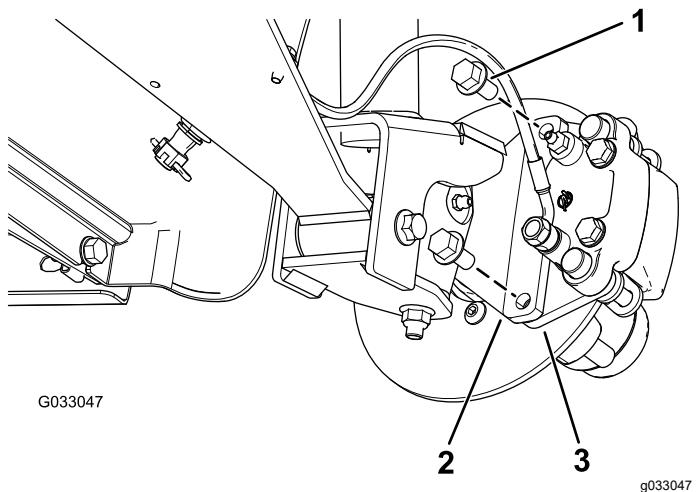
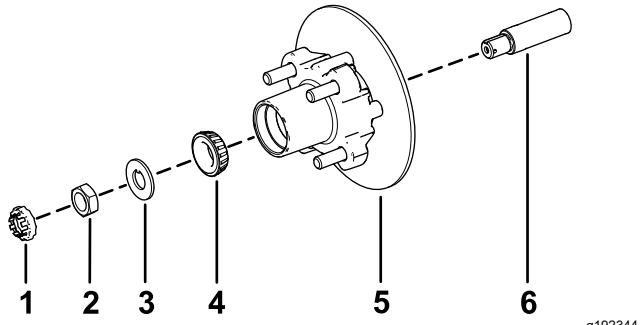

Рисунок 30
Рисунок 34
3. Выверните болты с фланцевыми головками ($\frac{3}{8} \times \frac{3}{4}$ дюйма), которые крепят кронштейн тормоза в сборе к оси, и отделите тормоз от оси (Рисунок 30).
- Нанесите тонкий слой консистентной смазки указанного типа на ось (Рисунок 34).
- Установите ступицу и тормозной диск на ось так, чтобы тормозной диск был внутри (Рисунок 34).
- Установите наружный подшипник на ось и в наружное кольцо (Рисунок 34).
- Установите стопорную шайбу на ось (Рисунок 34).
- Наверните гайку шпинделя на шпиндель и затяните гайку с моментом 15 Н·м, поворачивая ступицу так, чтобы подшипник был посажен на место (Рисунок 34).
- Совместите тормозные колодки с обеих сторон тормозного диска (Рисунок 30) с отверстиями в кронштейне суппорта и отверстиями в креплении тормоза на цапфе (Рисунок 34).
- Закрепите кронштейн суппорта на цапфе (Рисунок 30) с помощью 2 болтов с фланцевыми головками ($\frac{3}{8} \times \frac{3}{4}$ дюйма).